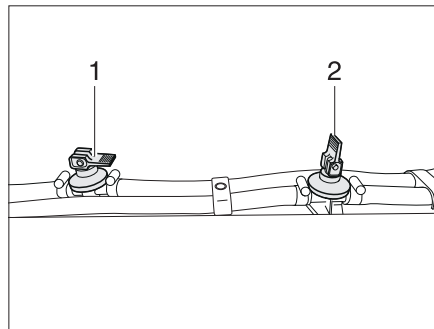

Fig. 247 Llave de desagüe
- Abrir todas las llaves de desagüe. Colocar para ello el balancín (Fig. 247,2) en posición vertical.